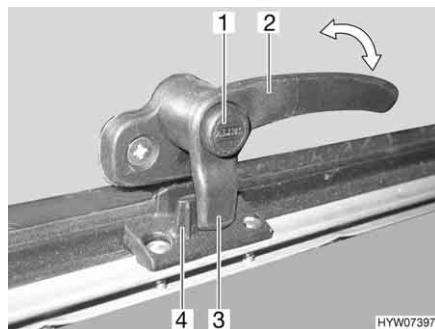
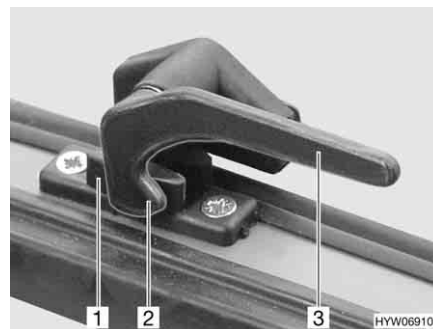

Bild 73 Låsarm med låsknapp i läget "stängd"
Bild 74 Låsarm i läget "stängd"
- Tryck på låsknappen (Bild 73,1) om sådan finns och håll den nedtryckt.
- Sväng låsarmen (Bild 73,2 eller Bild 74,3) ett kvarts varv mot fönstrets mitt.
- Sväng låsarmen (Bild 73,2 eller Bild 74,3) ett kvarts varv mot fönsterkarmen. Låsspaken (Bild 73,3 eller Bild 74,2) på låsarmen sitter helt på fönsterlåsets insida (Bild 73,4 eller Bild 74,1).
- I läget "helt stängt" (Bild 73 och Bild 74)